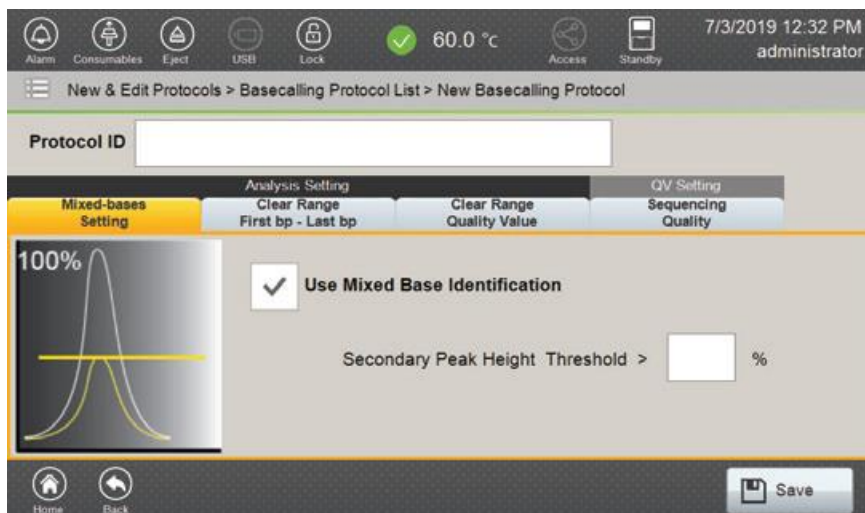

図 121 New Basecalling Protocol 画面
2. フッターの **Create** を選択し、New Basecalling Protocol 画面（図 121）を開いてください。New Basecalling Protocol 画面には 4 つのタブがあります。
Mixed Bases Setting	<p>Use Mixed Base Identification Box にチェックを入れ、この機能（図 121）を有効にしてください。もし同じ場所にピークが 2 つあり、低い方の蛍光強度のピークが basecalling protocol で設定されている Secondary Peak Height Threshold（同じ場所の主なピークのパーセンテージとしての高さ）より低い場合、ソフトウェアがこのピークを mixed base として識別します。Secondary Peak Height Threshold の最小値と最大値は、それぞれ 1% と 99% です。</p>
- Protocol ID を入力し、Mixed-Bases Setting タブの **Used Mixed Base Identification** ボックスにチェックを入れてください。必要に応じて Secondary Peak Height Threshold の値を入力してください。(図 121)